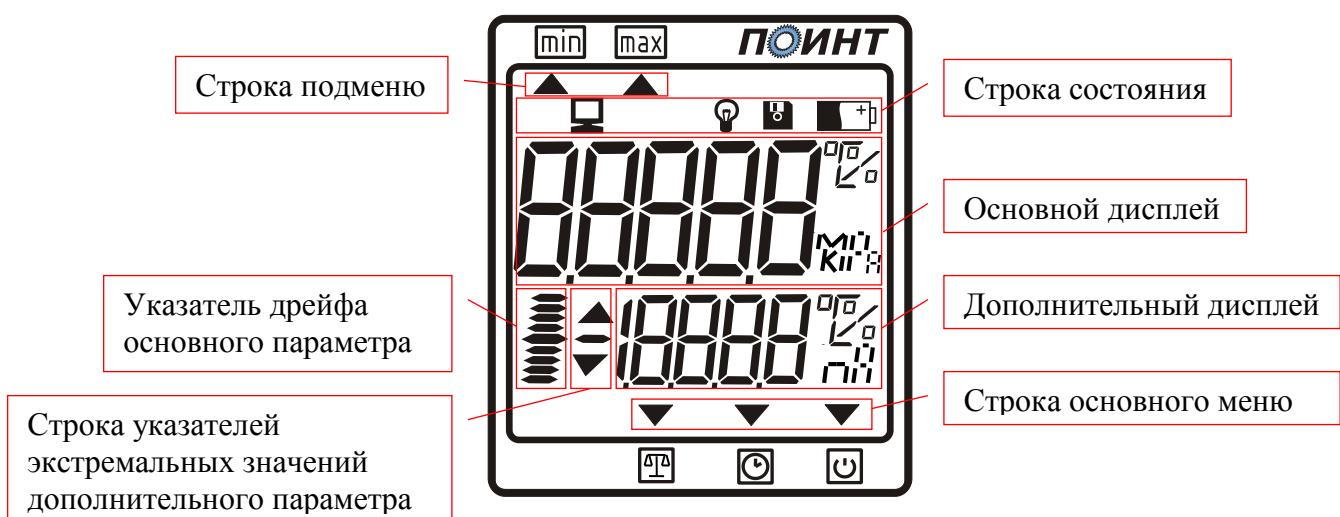

Рис.1
3.2. На лицевой панели измерителя расположен цифровой индикатор (рис.1), служащий для отображения информации и две кнопки управления. В верхней части прибора расположен разъем для подключения датчиков. На задней части измерителя находится батарейный отсек.
4.4. Описание основного дисплея. Измеритель имеет три рабочих режима: рабочий режим измерения, режим отображения текущего времени, режим выбора времени работы измерителя. Переключение между этими режимами производится нажатием левой кнопки измерителя. В зависимости от положения указателя «▼», который расположен в строке основного меню (рис.1), можно определить, в каком режиме находится измеритель. Так при положении указателя над значком █ прибор будет настроен на рабочий режим измерения, █ - режим отображения текущего времени, █ - режим выбора времени работы измерителя. В рабочем режиме измерения на основном дисплее может выводиться значение физической величины соответствующая унифицированному сигналу постоянного тока в диапазонах от 0 до 5 или от 4 до 20 мА, Настройка этого параметра приведена в п.8.1. «Режим программирования». В режиме отображения текущего времени при нажатии на правую кнопку на индикаторе отображается текущий месяц, число и год. Установка этих параметров приведена в п.8.3.